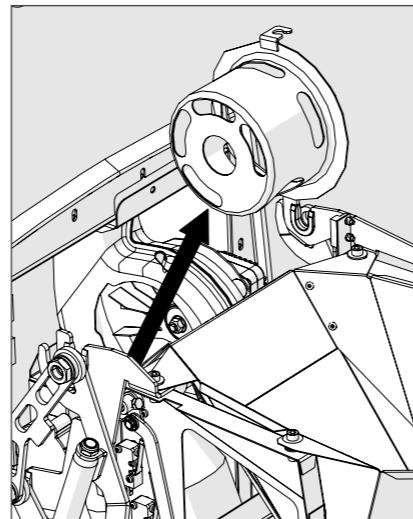

Ilustración 11
5. Sacar el paso del ventilador. Liberarlo del tornillo de retención girándolo ligeramente hacia atrás. Levantarlo como se indica (ilustración 11).